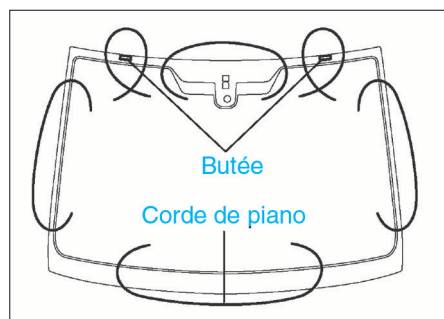

FIG. 2
- Découper le joint de pare-brise à l'aide d'une corde à piano (Fig.2), puis le déposer.